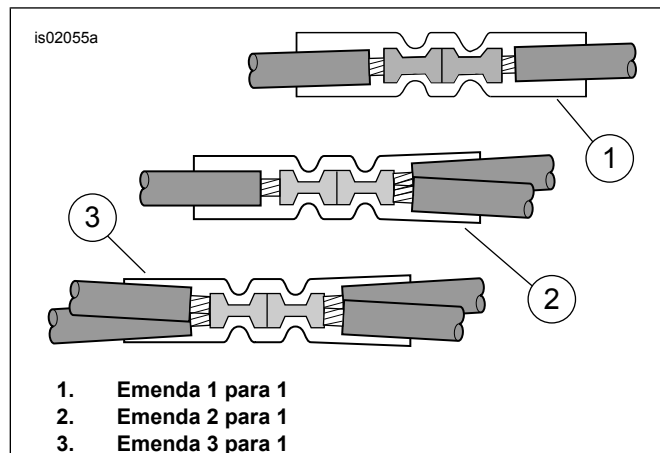

Figura 7. Configurações de emenda
4. Consultar Figura 22. Pegue um conector de emenda selada (3) do kit. Consulte Figura 7, a configuração de emenda dois-para-um. Emende o condutor de potência da cablagem do punho aquecido com os fios cor de laranja/branco da cablagem principal de acordo com as instruções incluídas no apêndice do manual de serviço.
6. Consultar Figura 22. Pegue um conector de emenda selada (3) do kit. Consulte Figura 7, a configuração de emenda um-para-um. Emende o condutor de potência da cablagem do punho aquecido com o fio adaptador de acordo com as instruções incluídas no apêndice do manual de serviço.
3. Consultar Figura 22. Pegue um conector de emenda selada (3) do kit. Consulte Figura 7, a configuração de emenda dois-para-um. Emende o condutor de potência da cablagem do punho aquecido com os fios cor de laranja/branco cortados de acordo com as instruções incluídas no apêndice do manual de serviço.
3. Consultar Figura 22. Pegue um conector de emenda selada (3) do kit. Consulte Figura 7, a configuração de emenda dois-para-um. Emende o condutor de potência da cablagem do punho aquecido com os fios cor de laranja/branco da cablagem principal de acordo com as instruções incluídas no apêndice do manual de serviço.
4. Instale o fusível 2A (12) do kit na cavidade do fusível para completar o circuito.